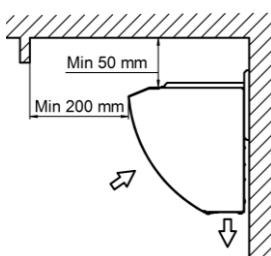

Рисунок 1 Відстань до оточуючих поверхонь
- строго вітримуйте (не зменшуйте) вказані мінімальні відстані від корпусу завіси до найближчих оточуючих поверхонь (рисунок 1).
При установці суворо дотримуйтесь (не зменшуйте) вказани мінімальні відстані від корпусу до найближчих обмежуючих поверхонь (рисунок 1).
Рекомендації по установці завіси наведено на рисунках 1, 2 Додатку 1: на бетонну або цегельну стіну - Рисунок 1, на стелі – Рисунок 2.